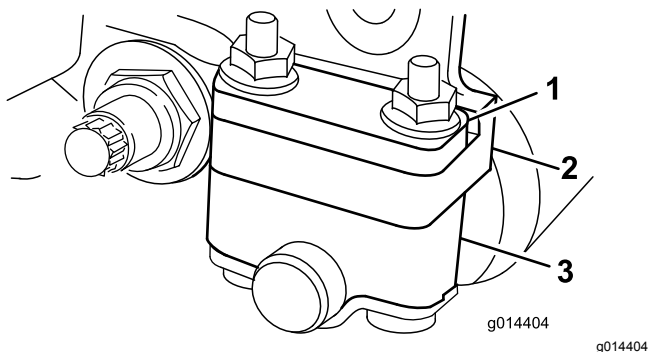
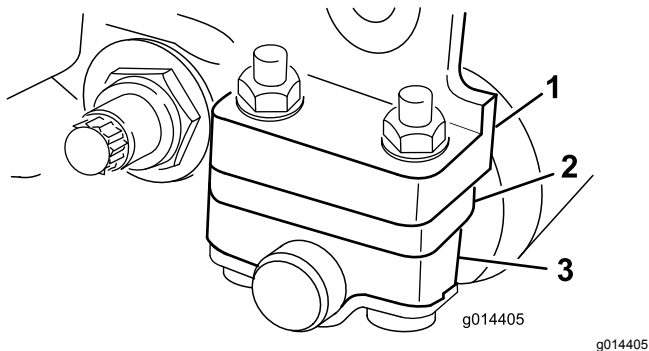

Figure 6
Figure 7
Selon la hauteur de coupe désirée, vous devrez placer les supports de rouleau arrière (Figure 6 ou Figure 7) en position haute ou basse :
- Placez l'entretoise au-dessus de la bride de fixation de la plaque latérale (réglage d'usine) lorsque les hauteurs de coupe sont comprises entre 1,5 et 6 mm, comme montré à la Figure 6.
- Placez l'entretoise en dessous de la bride de fixation de la plaque latérale lorsque les hauteurs de coupe sont comprises entre 3 et 25 mm, comme montré à la Figure 7.
4. Placez les entretoises sur les vis au-dessus ou au-dessous des supports de rouleau, selon le cas (Figure 6 ou Figure 7).